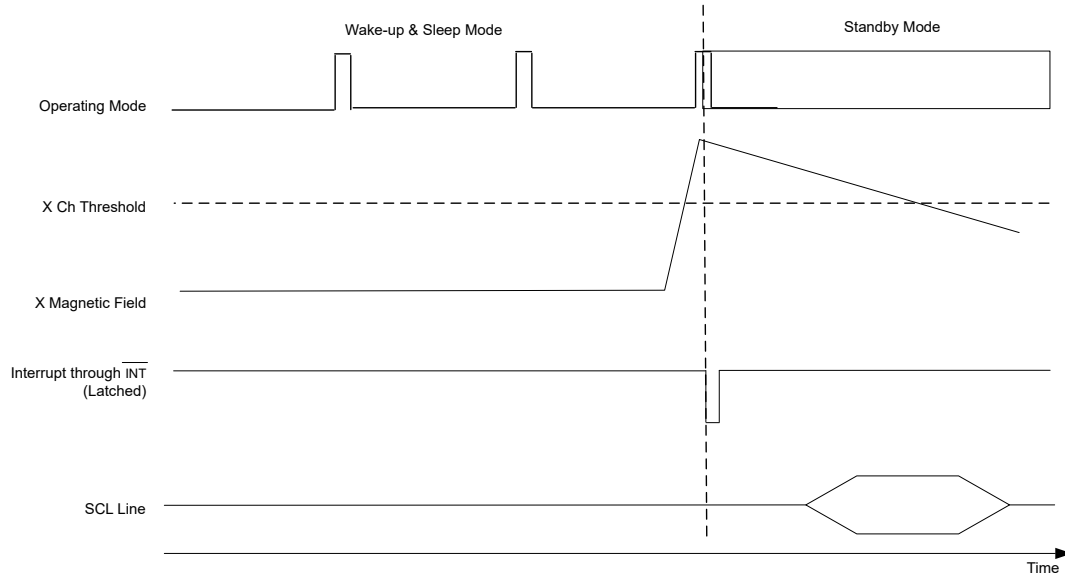

图 7-11. 使用备用电池以唤醒和睡眠模式运行
- 如果发生阈值检测,  $\overline{\text{INT}}$  信号将置为低电平以唤醒微控制器。当  $\overline{\text{INT}}$  变为低电平时, 使用一个读取命令执行 16 位 T、X、Y、Z 寄存器读取 (请参阅图 7-11)。